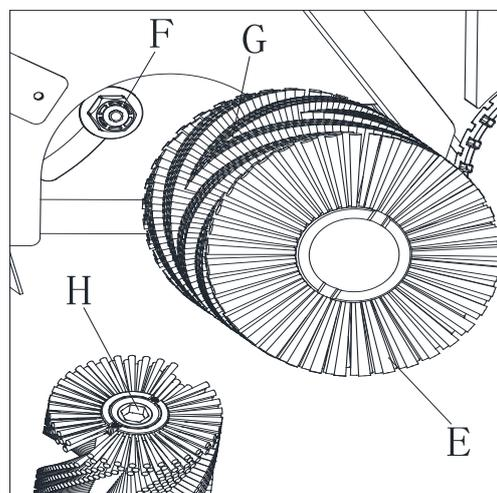

Figura 22
5. Rimuovere la spazzola principale (E, Figura 22).
6. Verificare la presenza di polvere o di altri corpi estranei (come fili, tessuto, ecc.) sul mozzo di trazione (F, Figura 22). In tal caso, eliminarli.
7. Quando si installa una nuova spazzola principale, assicurarsi che la forma delle setole sia come mostrato in (G, Figura 22).
8. Quando si installa una nuova spazzola principale, allineare il mozzo della spazzola principale (H, Figura 22) al mozzo di trazione (F, Figura 22).